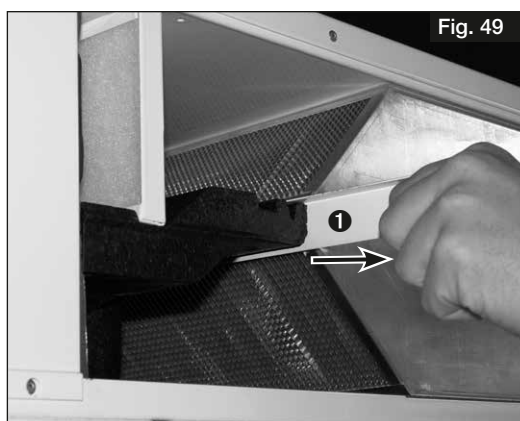

Fig. 49
2. Retirer la bande d'étanchéité  (voir Fig. 49).